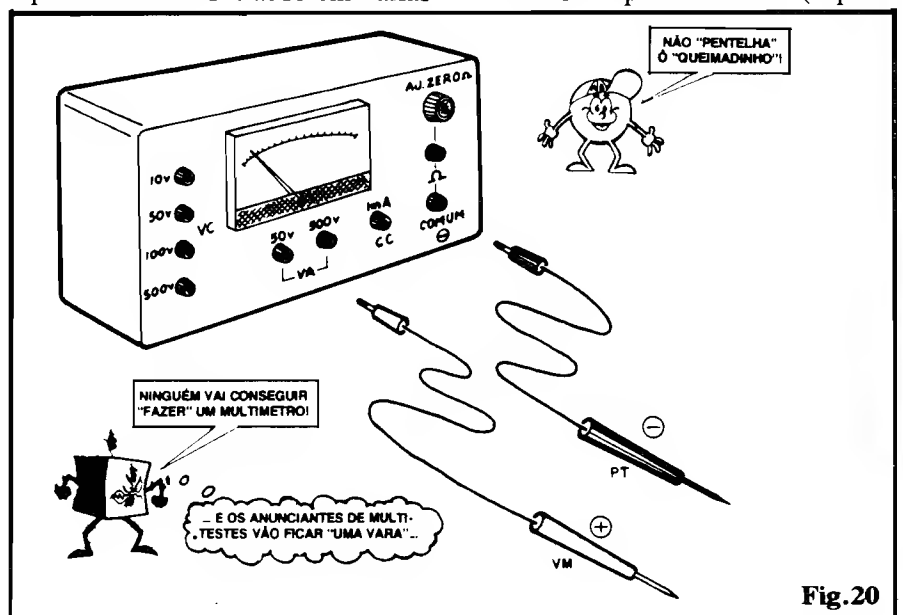

Fig.20
- FIG. 20 - A sugestão para o “encaixamento” do nosso MULTÍMETRO (incluindo a configuração do painel e dos cabos/pontas de prova). Algumas “dicas”: usar um borne (jaque) **preto** para a entrada “COMUM” e outras cores para as demais entradas (exemplo: **vermelho** para as 4 faixas de VC, **verde** para as duas de VA, **azul** para a de CC e **branco** para a de Resistência). Recomenda-se o uso de jaques “banana” nessas entradas, pois além de práticos, podem ser encontrados em várias